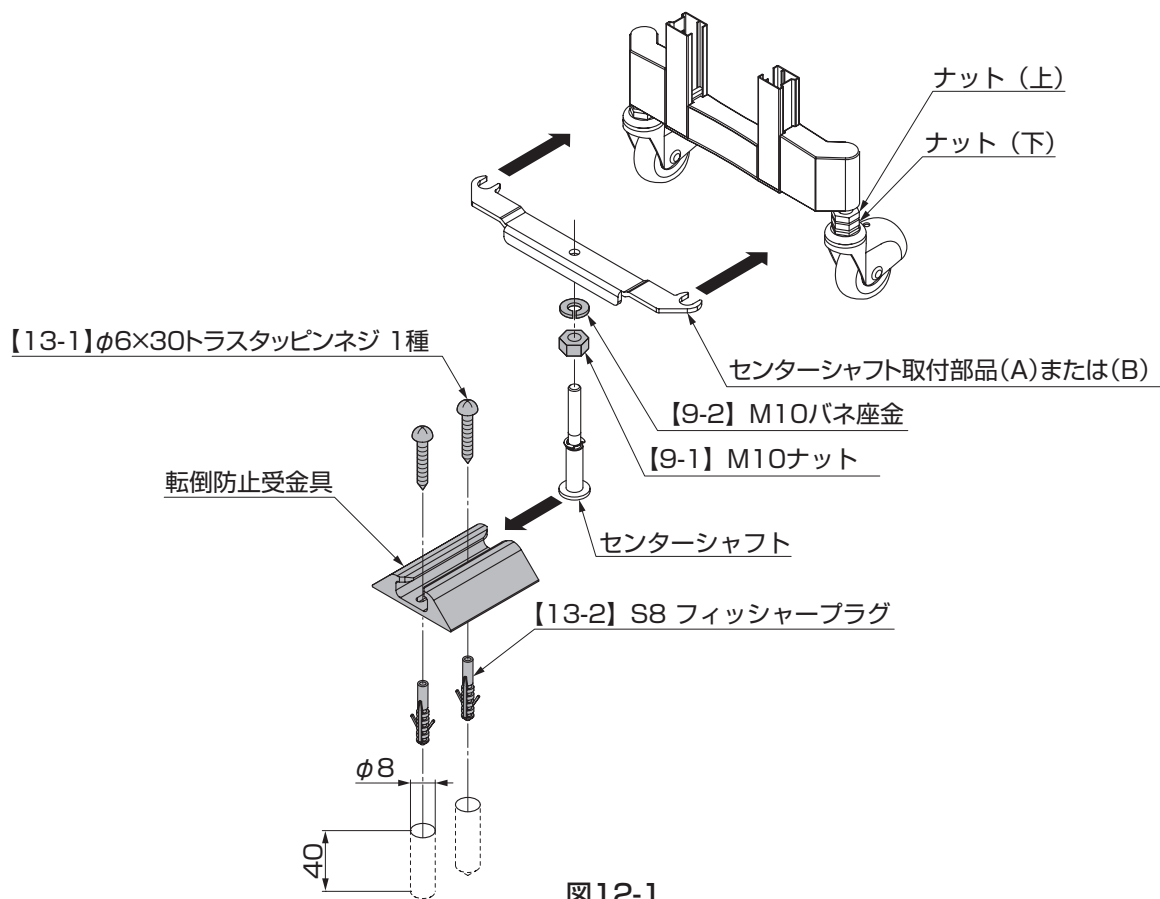

図12-1
- ①キャスター両側「ナット(上)」を下に下げてください。(図12-1参照)
- ③【9-1】および【9-2】を組付けた「センターシャフト」を、高さを調節して「センターシャフト取付部品」に固定してください。(図12-1参照)
- ④本体に取付けた「センターシャフト」の位置に合わせて、「転倒防止受金具」を施工してください。
- ⑤転倒防止受金具の長孔センター位置の地盤に、φ8深さ40以上の下孔をあけてください。(図12-1参照)
- ⑥【13-2】を圧入して、【13-1】で転倒防止受金具を固定してください。(図12-1参照)